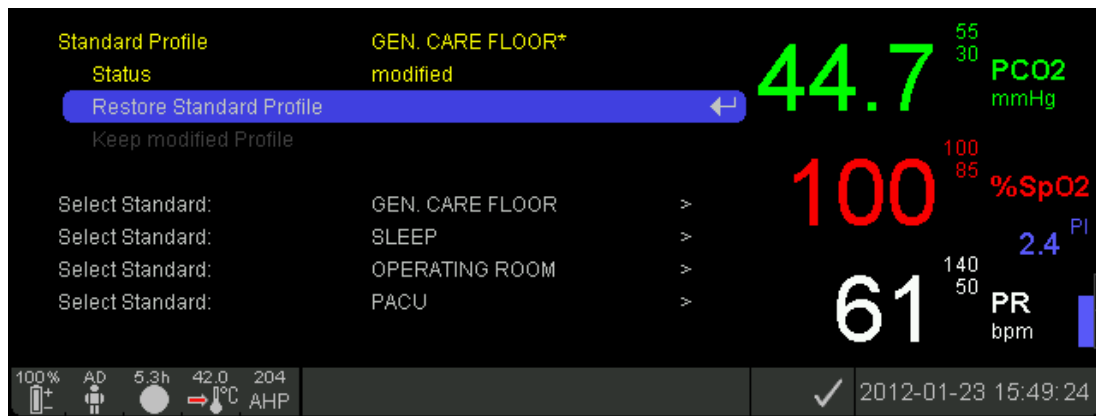

図 9 サブメニュー「プロフィール」
- サブメニュー「Profiles（プロファイル）」（図9）。SDM が「施設モード」（4.7.3）で構成されている時に前回使用した設定と選択した「スタンダードプロファイル」の設定が異なる場合。
SDMのメニューでは、オペレーターはベッドサイドで、その後の使用中にすべてのメニューパラメータ (4.7.4.2) を個別に構成することができます。その際、オペレーターによる特定のメニューパラメータへのアクセスは、担当組織 (4.7.4.1) または特定の状況に応じてSDM自体によって、無効にされたり制限されたりします。SDMを「施設モード」(4.7.3) で使用している場合、オペレーターは随時、選択した「スタンダードプロフィール」を復元する、あるいはSDMのサブメニュー「Profiles (プロフィール)」(図9、表50) に保存されたプロフィールのひとつを選択・起動することができます。このサブメニューは、センサが「ドッキングステーション」にある場合、クイックアクセスメニュー (4.2.5.3、図7) のショートカットから簡単にアクセスできます。さらに、SDMの電源投入時に前回に使用した設定が「スタンダードプロフィール」の設定と異なる場合、サブメニュー「Profiles (プロフィール)」が自動的に起動し、「スタンダードプロフィール」を復元する、別の「プロフィール」を選択する、あるいは変更したプロフィールを維持するオプションが提示されます。
-  **注記：** 「基本モード」では「SDM プロファイル」を SDM に保存することができません。「基本モード」では、サブメニュー「Profiles (プロファイル)」(図 9、表 50) にアクセスすることができないので、プロファイル名が「シヨウカノウ・キャリブレーション」画面 (4.2.4) およびメインメニュー (表 36) に表示されません。
センサが「ドッキングステーション」(4.2.5.3、図7) にある場合、クイックアクセスメニューのショートカットで簡単にアクセスできるサブメニュー「Profiles (プロファイル)」(図9、表50) では、オペレーターは随時、「スタンダードプロファイル」を復元する、あるいは「スタンダードプロファイル」としてSDMに保存されている他の「SDMプロファイル」のいずれかを選択・起動することができます。
-  **注記：** SDM 上では、選択した「スタンダードプロフィール」の名称は、「ショウカノウ・キャリブレーション」画面 (4.2.4)、メインメニュー (表 36)、サブメニュー「Profiles (プロフィール)」(図 9、表 50) に表示されます。SDM の現在の設定で、少なくとも 1 個の設定が選択された「スタンダードプロフィール」の設定と異なる場合、プロフィール名の横に星印が表示されます (図 9 にある例を参照)。